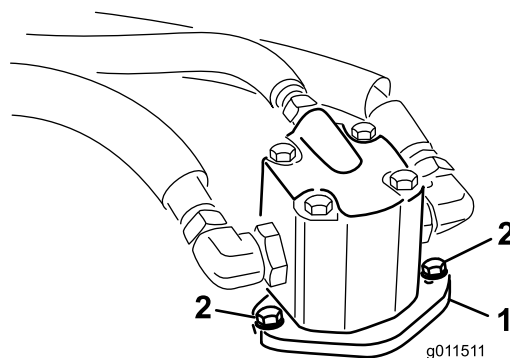

Figura 71
- Retire os parafusos que fixam o motor hidráulico à plataforma do cortador (Figura 71).